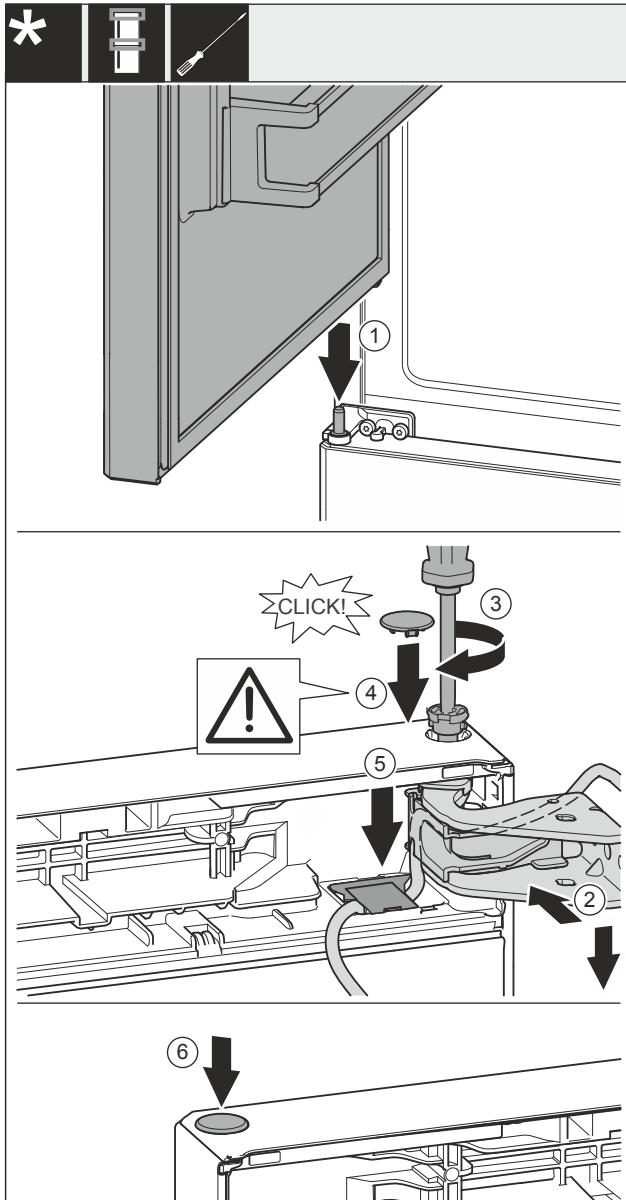

Fig. 38
- ▶ 冰箱上方门放置在中间轴承螺栓 Fig. 38 (1)上。
- ▶ 将冰箱门的上方对准托架 Fig. 38 (2)中的开口。
- ▶ 放入螺栓 Fig. 38 (3)并用螺丝刀拧紧。
- ▶ 装入盖板 Fig. 38 (4)。
- ▶ 检查盖板 Fig. 38 (4)是否紧贴在冰箱门上。
- ▶ 将盖板 Fig. 38 (5)安装并朝下按压，直到其卡入到位。
- ▶ 装入盖板 Fig. 38 (6)。